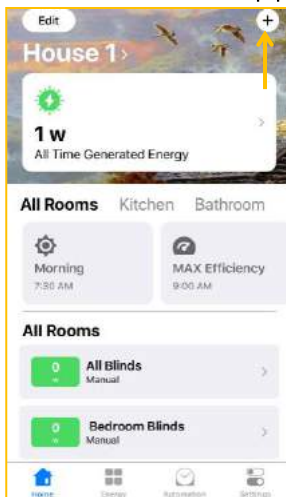

Abbildung 16
10.5.1 Auf das Zeichen **+** oben rechts tippen, um die Bedienung zu beginnen (Abb. 16).